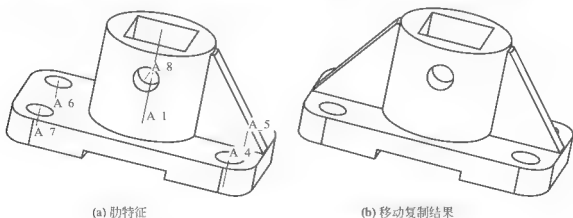

图 6.37 旋转移动复制肋特征
(3) 选择【移动】→【选取】→【独立】→【完成】命令。
(4) 选择肋特征，单击【选取】对话框中的【确定】按钮，再选择【选取特征】菜单中的【完成】命令。在【移动特征】菜单中选择【旋转】命令。系统弹出【选取方向】菜单，选择【曲线/边/轴】命令。选取如图 6.37(a)所示圆柱体的中心轴线 A_1，然后选择【确定】选项完成。
(5) 在系统弹出的编辑栏中输入旋转角度值 180，单击 按钮或者按 Enter 键。在【移动特征】菜单中选择【完成移动】选项。在弹出的【组元素】对话框以及【组可变尺寸】菜单中，直接选择【组可变尺寸】中的【完成】命令，然后单击【组元素】对话框中的【确定】按钮，此时就完成了【旋转】复制操作，如图 6.37(b)所示。